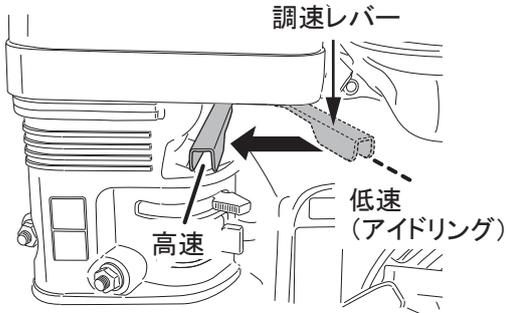

図 19
3. スロットルレバーを徐々に開き、エンジン回転数を高速にセットします。(図19)